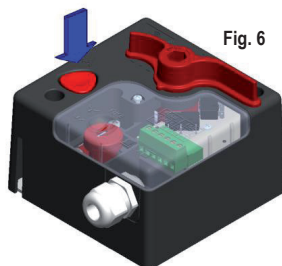

Fig. 6
- Agire sul pulsante evidenziato in fig.6.
- Agire sul pulsante di test evidenziato in fig.6